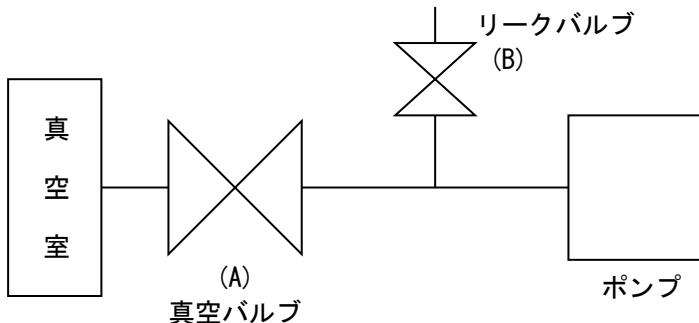

図4. 真空室と基本的な配管接続図
- (2) 真空室とポンプの間には、図4. のように、真空バルブ(A)及びリークバルブ(B)を取り付けて下さい。
(図4. 参照)
まず真空バルブ（A）を閉じ、速やかにリークバルブ（B）を開いてポンプのスイッチを“OFF”にします。（図4. 参照）